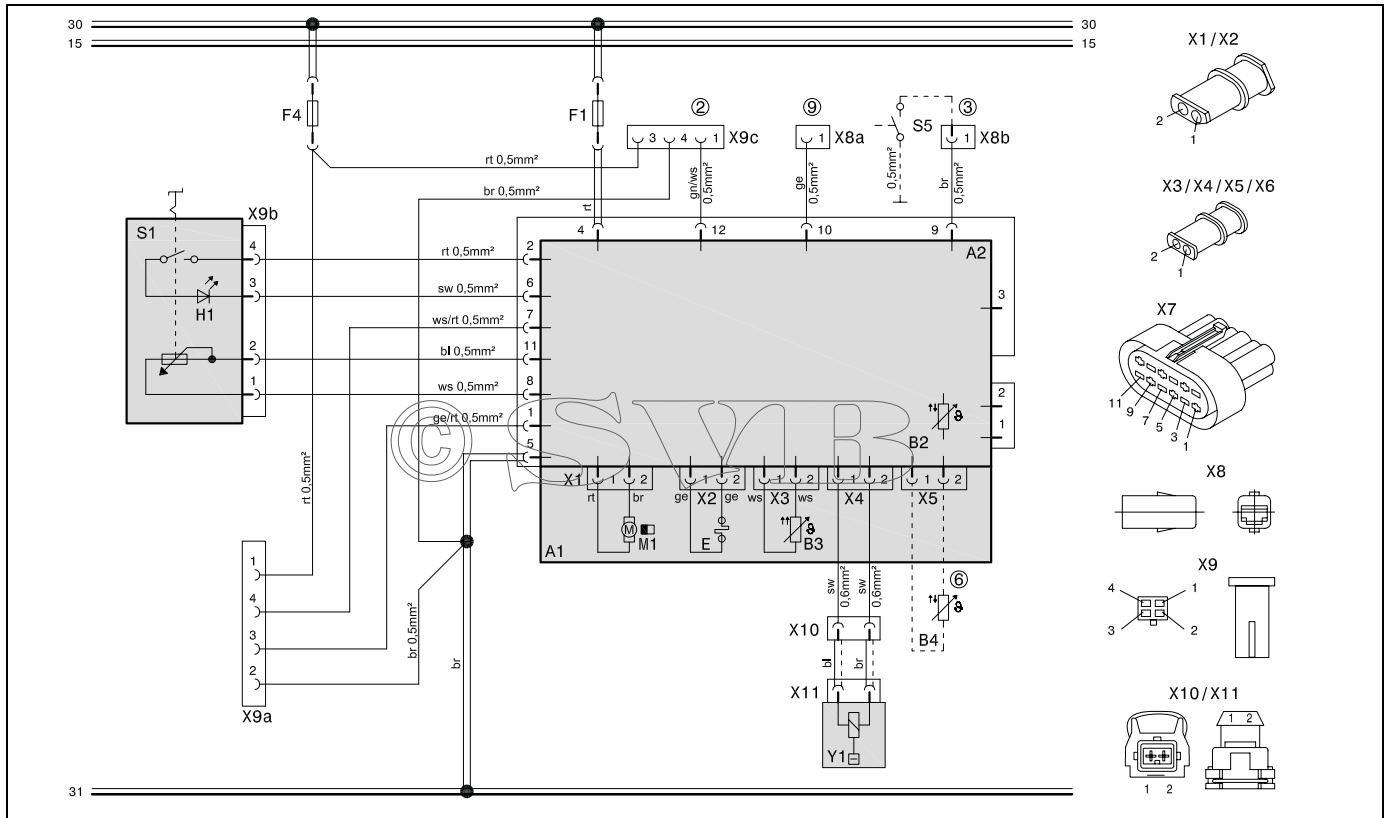

Bild 3: Systemschaltplan Air Top Evo 3900 / 5500 AM "Master Heizgerät", 12V/24V Diesel mit Bedienelement, Legende siehe Seite 15 und 16
Dabei ist das Gerät 1 als Master Heizgerät definiert und weitere als Slave Heizgeräte. An das Master Heizgerät wird das Bedienelement (siehe Schaltplan Bild 3, 4, 5) sowie ein externer Temperatursensor (T) angeschlossen. Das Slave Heizgerät wird entsprechend Schaltplan (siehe Bild 6) angeschlossen. Die Kommunikation der Geräte untereinander erfolgt über ein serielles Bussystem.